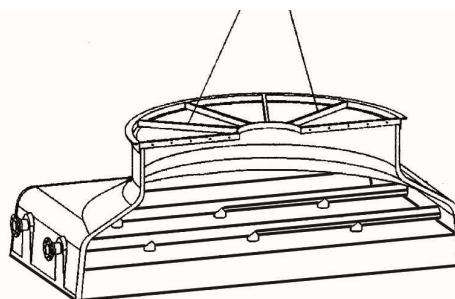

Fig. 8
- b) In the part not including the electric motor, hook a sling either to the eye bolts, or to two of the spokes of the fan supporting ring in the way shown on Figure 8.
- b) Dans la quatrième partie qui ne porte pas le moteur, accrocher une élingue, soit aux points d'élevage, soit à deux des rayons de l'anneau support du ventilateur comme il est indiqué sur la figure 8.